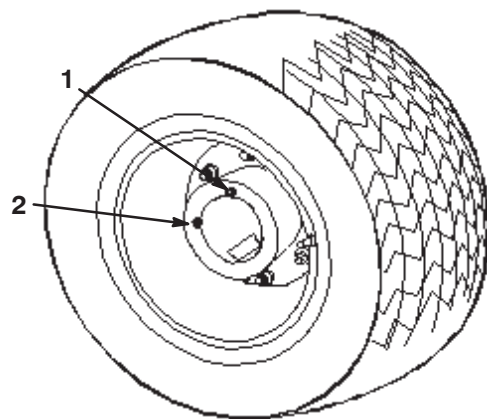

Bild 46
6. Bewegen Sie das Fahrzeug langsam, bis das Rad für das Auffüllen positioniert ist, siehe Bild 46.